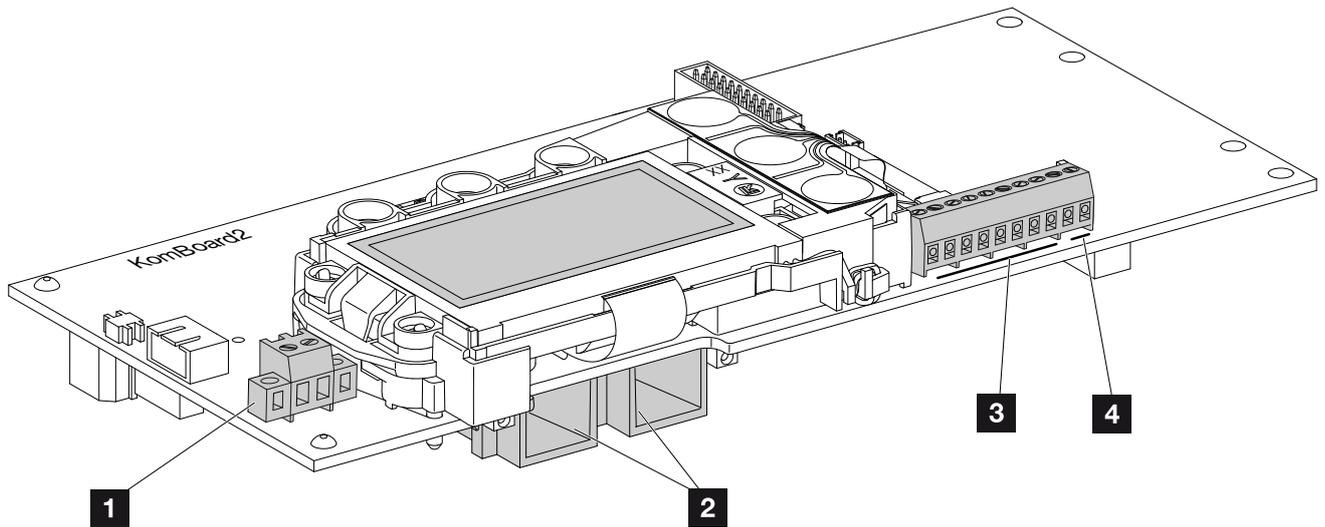

Fig. 32 : composants de la carte de communication
6. Brancher les connecteurs des strings DC sur l'onduleur. **Fig. 32**